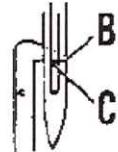

Abb. 9
- >> Nadelstangenschutz entfernen. Das Antriebsrad der Maschine in Drehrichtung drehen, bis der Greifer sich ungefähr in der in Abb. 9 gezeigten Stellung befindet und sich die Nadel dabei im Aufwärtshub befindet.
- >> Die Klemmschraube an der Nadelstangenklammer etwas lockern. Die Nadelstange senken oder heben und/oder das Antriebsrad drehen, bis die Greiferspitze mit dem oberen Teil des Nadelöhrs fluchtet (s. Abb. 9)